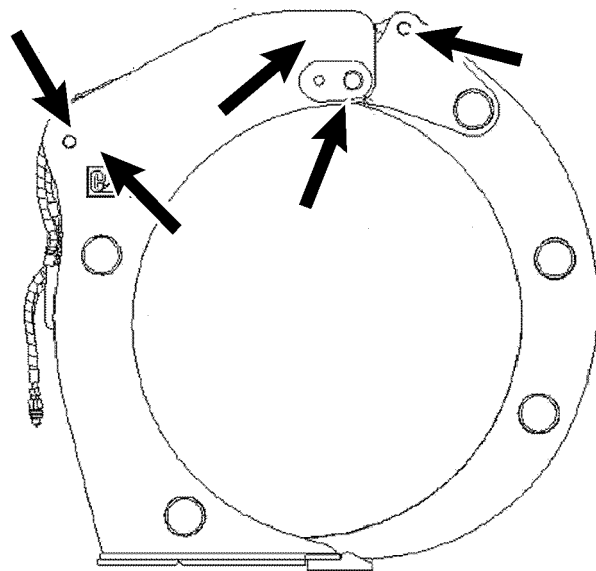

Ilustración 269
**Nota:** La ilustración 269 muestra los puntos de grasa para la desconexión opcional.